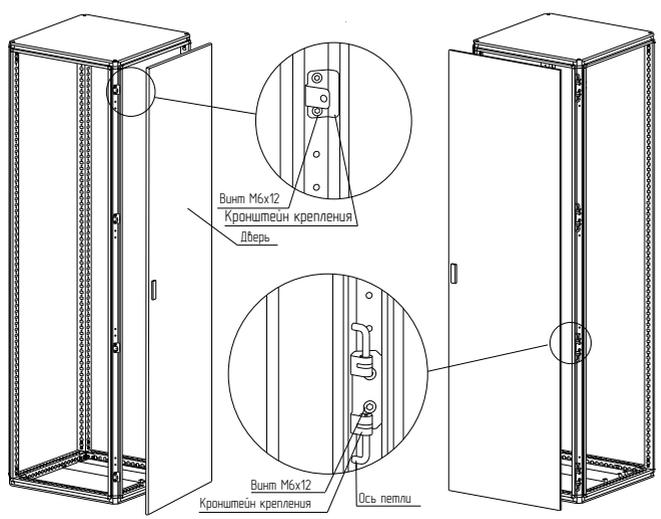

Рисунок 24
4.12.2 Закрепить петли на каркасе на левой или правой стойке. На рисунке для примера изображено правое крепление петель (рисунок 24). Для крепления использовать винты М6×12. Момент затяжки – 7 Н·м.